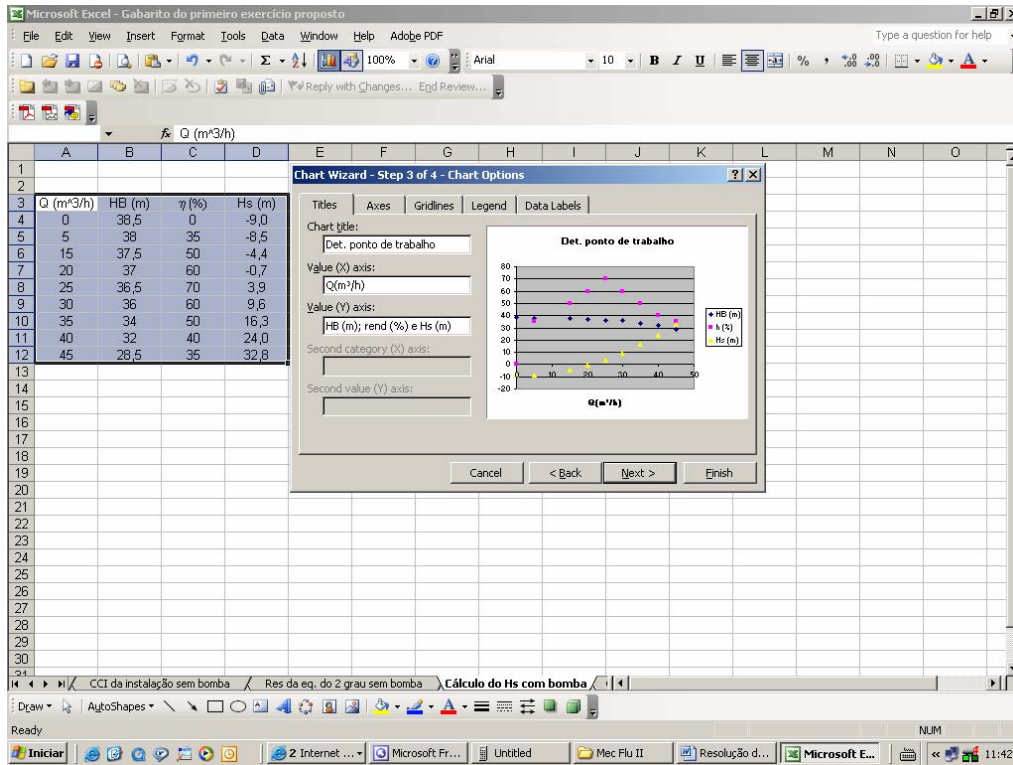
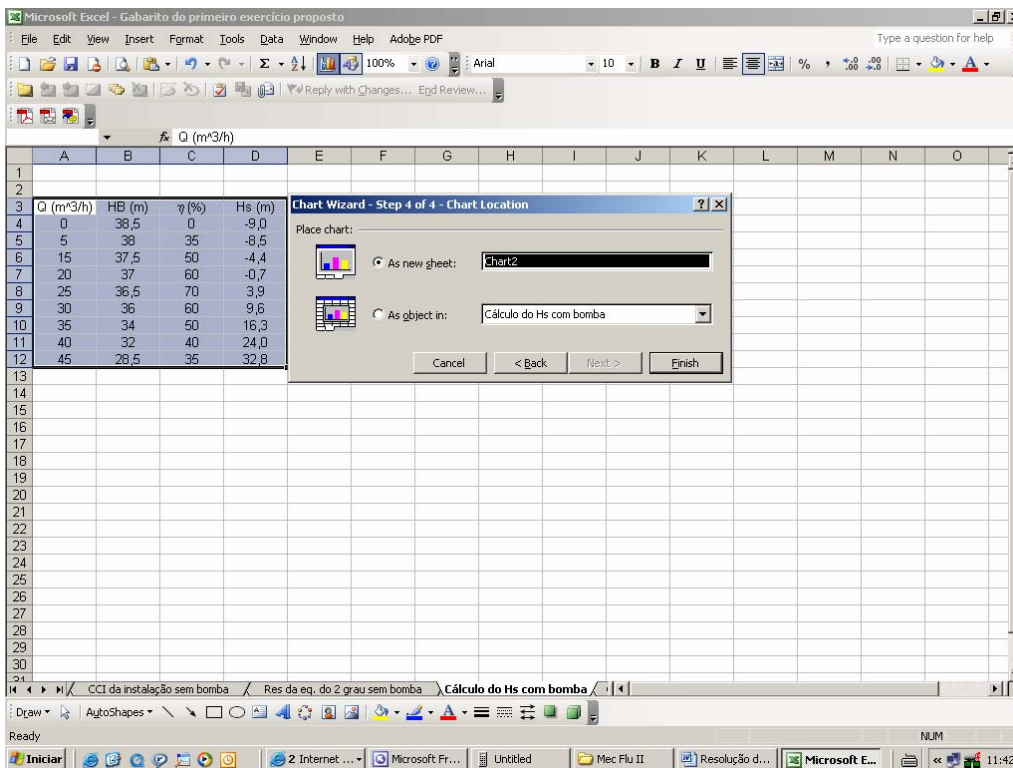

Figura 21
Figura 22
3. Preenche-se as lacunas: (Figura 21)
- Eixo dos valores (X): **Q (m3/h)**
- Eixo dos valores (Y): **Hs (m)**
4. Escolhe-se “**Como nova planilha**” e clica-se em “**Concluir**” (Figura 22)